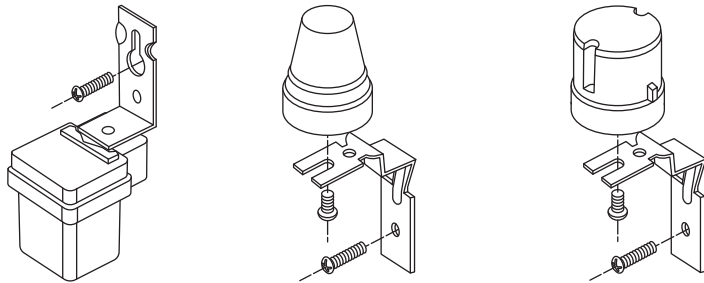

Рис. 3. Схема монтажа фотореле.
- на Рис. 3 показан порядок установки фотореле;